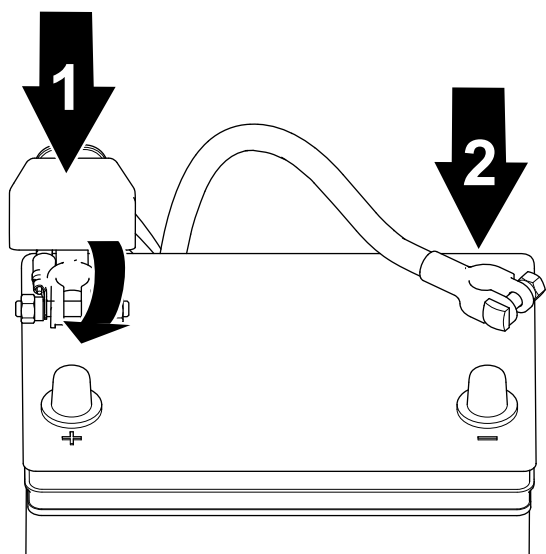

Figura 43
1. Conecte el cable positivo a la batería y apriete la tuerca de pinza de la batería (Figura 43).
2. Conecte el cable negativo a la batería y apriete la tuerca de pinza de la batería (Figura 43).